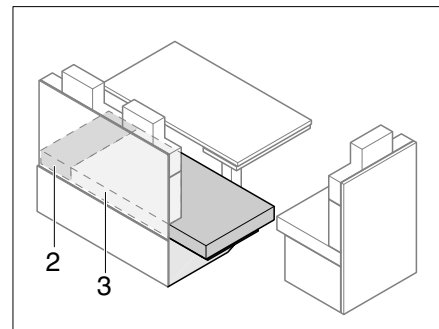

Fig. 148 Après l'agrandissement
- Tirer le coussin d'assise (Fig. 148,3) sur la rallonge de la banquette.
- Placer les coussins supplémentaires (Fig. 148,2) entre les coussins d'assise (Fig. 148,3) et la paroi extérieure.
- Retirer le coussin supplémentaire (Fig. 148,2).
- Tirer le coussin d'assise (Fig. 148,3) sur la banquette.